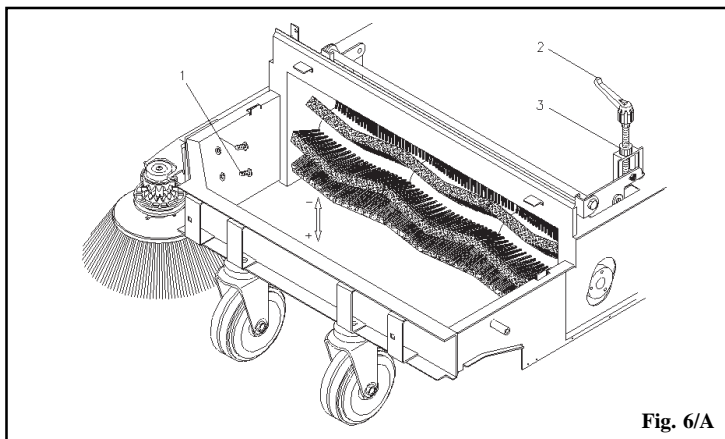

Fig. 6/A
Pour régler la brosse centrale, enlevez le capot supérieur et agissez sur la poignée de réglage (**pos. 2 Fig. 6/A**) desserrez d'abord le collier de butée (**pos. 3 Fig. 6/A**) et tournez la poignée dans la direction souhaitée (dans le sens des aiguilles d'une montre, la pression augmente). Si vous soulevez la poignée, vous pouvez la faire tourner à vide et la positionner de manière qu'elle ne gêne pas la fermeture du capot supérieur.
Réglage 505ET (Fig. 6/B)